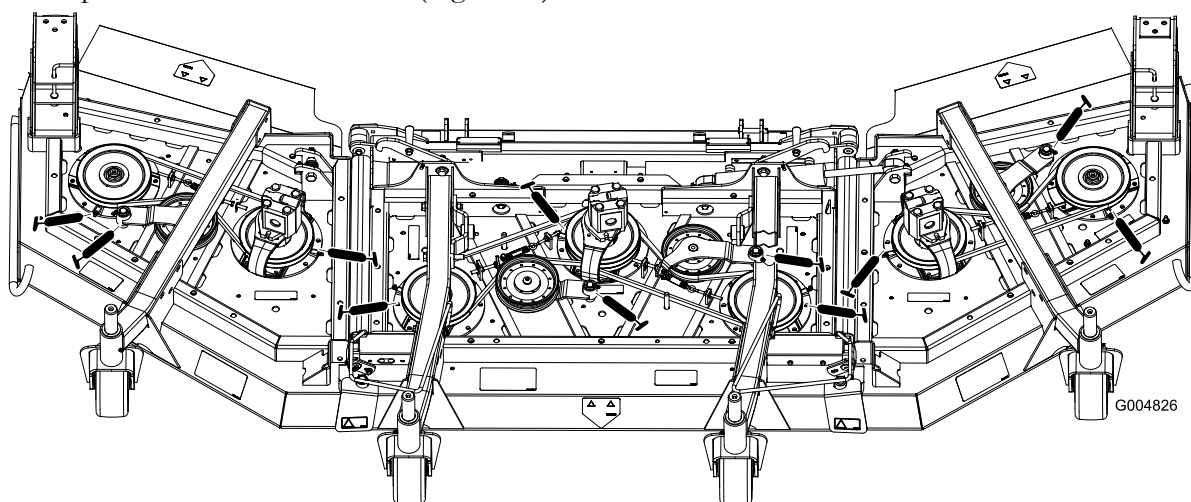

Figura 42
- Cuscinetti dell'asse del perno (3) (Figura 42)
- Boccole del perno del braccio di rinvio (Figura 42)